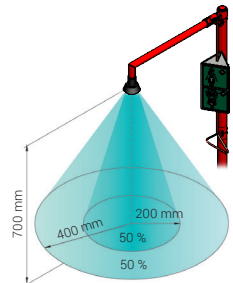

Abbildung 2: Sprühmuster
Sprühmuster: In einem Abstand von 700 mm unter dem Duschkopf müssen 50 (± 10) % der abgegebenen Wassermenge in einem Kreis mit einem Radius von 200 mm fallen. Siehe Abbildung 2.
- Sprühmuster:** Das Wasser muss gemäß Abbildung 2 kegelförmig verteilt werden. Zu diesem Zweck kann ein BROEN-LAB Testwagen verwendet werden.